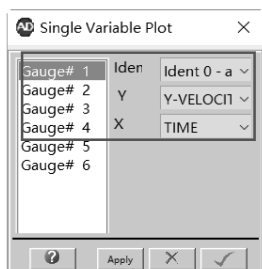
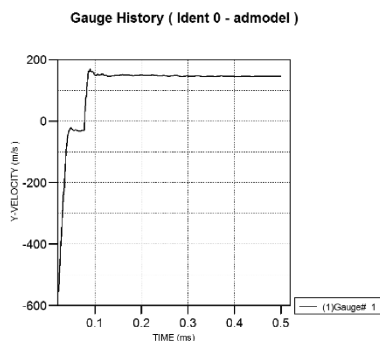

图 6-51 节点 1 显示设置
图 6-52 节点 1 显示设置效果
(5) 单击导航栏上的【History】，在【History Plots】对话框中选择【Gauge Points】，然后单击【Single Variable Plots】，弹出如图 6-51 所示的对话框。在对话框的左边选择 Gauge# 1，在右边 Y Var 栏内选择 Y-VELOCITY，在 X Var 栏内选择 TIME，单击 ☒ 确定，得到弹头上的节点 1 在 Y 方向上的速度随时间的变化曲线，如图 6-52 所示。